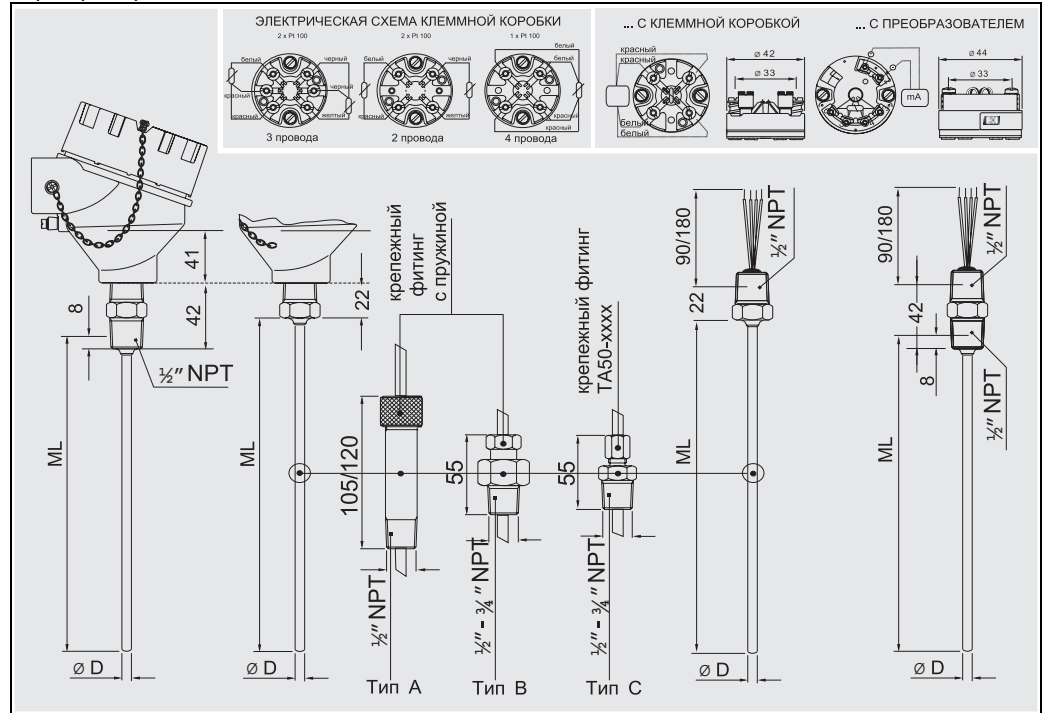

Рис. 5. Функциональные компоненты и схемы электрических соединений керамической клеммной коробки и преобразователя.
Измерительный зонд TR65 состоит из несменной вставки с неорганической изоляцией (MgO) и с оболочкой из стали марки AISI316L. Предусмотрены исполнения для наиболее часто используемых глубин погружения (ML) и исполнения на заказ, имеющие специальные размеры. Эти размеры могут задаваться клиентом в определенном диапазоне значений (см. раздел "Состав заказа" в конце этого документа). Длину датчика можно выбирать в стандартном диапазоне от 50 до 5000 мм. После технического анализа конкретного приложения возможен также заказ и поставка датчиков длиной более 5000 мм (максимум – 30000 мм). Хотя при поставке схема подключений для одинарных датчиков Pt100 всегда соответствует 4-проводной конфигурации, можно подключить преобразователь и по 3-проводной схеме, не подсоединяя один из выводов (см. рис. 5).